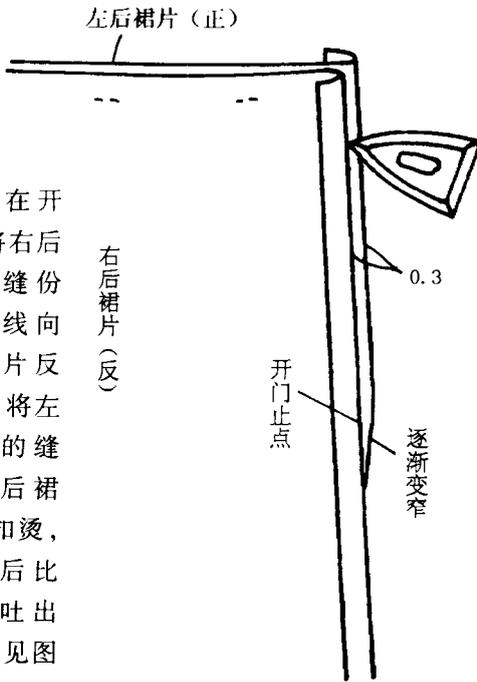

图2-6
6. 在开门处, 将右后裙片的缝份沿车缝线向右后裙片反面扣烫, 将左后裙片的缝份向左后裙片反面扣烫, 但扣烫后比车缝线吐出 0.3cm。见图 2-6。